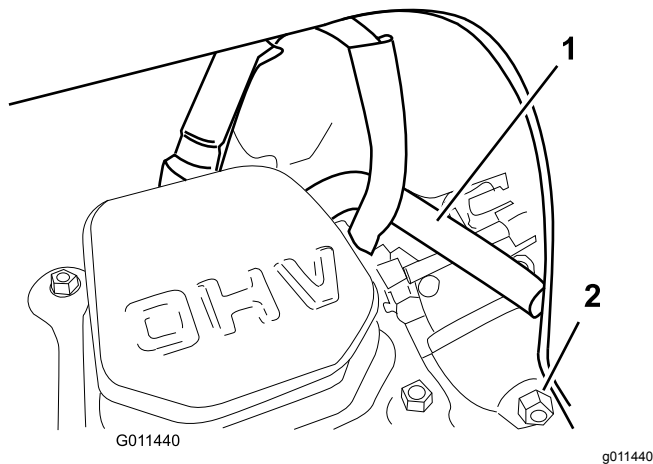

Figur 26
11. Juster åpningen på tennpluggen til 0,76 mm som vist i Figur 26.